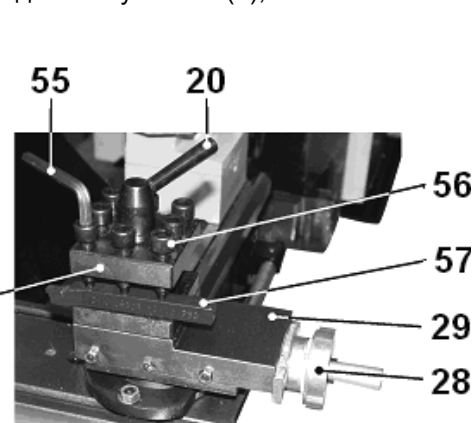

Рис. 11
10.1.8. Используя шестигранный ключ (55), выкрутите три болта (56), установите необходимый для предполагаемой операции резец (57) в резцедержатель (21), равномерно, с достаточным усилием закрутите три болта (56), Рис.11. Убедитесь, что режущая часть головки резца (57) находится по центру диаметра заготовки. Положение резца (57) можно проверить по центру (58), зажатому в трёхкулачковом самоцентрирующемся патроне (8).
10.1.10. Поверните ручку фиксации (20) резцедержателя (21) против часовой стрелки. Выберите необходимый для данной операции резец (57) или угол установки резца (57), зафиксируйте положение резцедержателя (21), для чего поверните ручку фиксации (20) в обратном направлении с определённым усилием, Рис. 11.